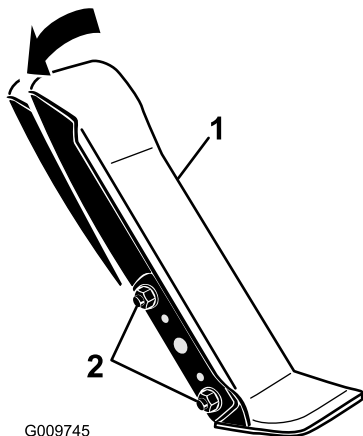

Figure 71
1. Desserrez les 2 écrous et boulons qui fixent le côté gauche de la pédale de déplacement au support (Figure 71).
2. Faites pivoter la pédale à l'angle voulu puis serrez les écrous (Figure 71).